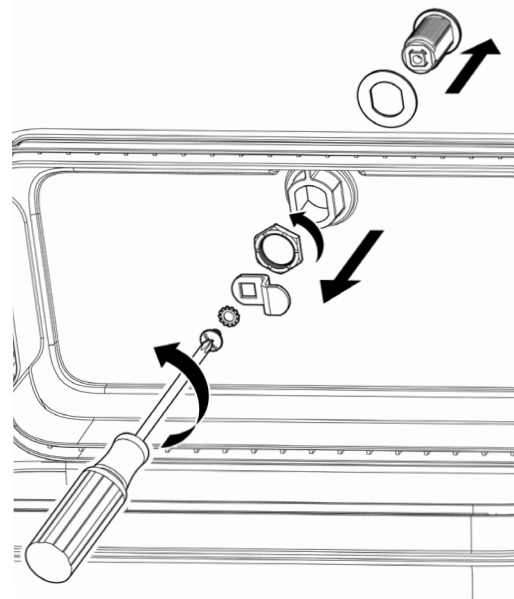

Figura 3: extracción de la cerradura y la tornillería existentes
- b. **Utilice una llave ajustable o de 22 mm para girar la tuerca de la cerradura en el sentido contrario a las agujas del reloj para aflojarla.** Luego retire manualmente la tuerca, la arandela grande y la cerradura existente del exterior del accesorio (Figura 3). Reutilice o recicle estas piezas de acuerdo con las normas locales.